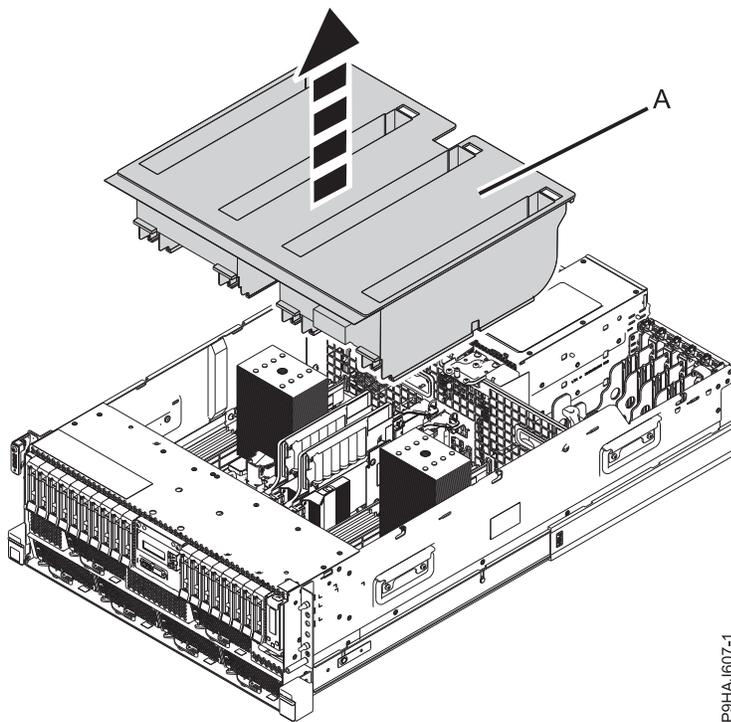
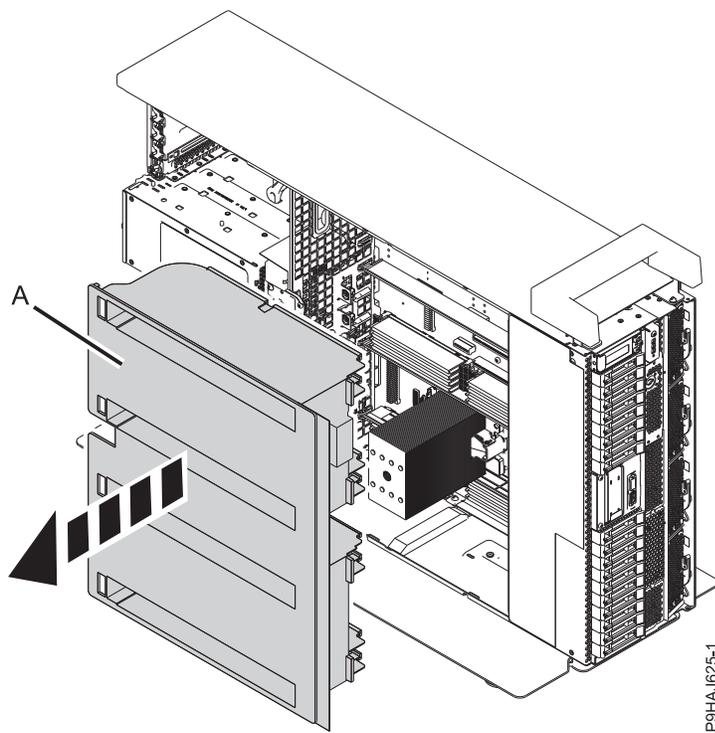

Figura 33. Removendo a placa defletora de ar de um sistema montado em rack
Figura 34. Removendo a placa defletora de ar de um sistema independente
2. Para um sistema montado em rack, levante a placa defletora de ar (A), como mostrado na Figura 33 na página 47. Para um sistema independente, remova a placa defletora de ar (A) direto para fora, como mostrado na Figura 34 na página 47.